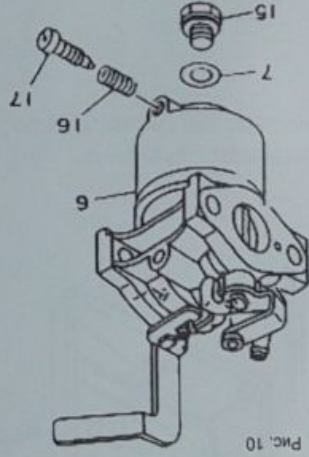

Рис. 10
3. Слить топливо из поплавковой камеры карбюратора, вывинтив пробку (поз.17 рис.10). После слива установить пробку поз.17 на место и затянуть. 4. В модификациях, в которых отсутствует винт слива, бензин сливать, вывинтив болт поз.17 крепления поплавковой камеры поз.15, придерживая камеру поз.6. 5. Вывинтить свечу зажигания, залить в камеру сгорания 2 мл смазочного масла, повернуть стартер, установить свечу на штатное место, присоединить высоковольтный провод. 6. Залить 50—100 мл смазочного масла в топливный бак и равномерно распределить его внутри, наклоняя генератор. 7. Рекомендуется нанести на поверхности корпусных и несущих деталей генератора консервирующую смазку любого типа, специально предназначенную для подобных целей. 8. Хранить законсервированный генератор следует в заводской или аналогичной упаковке с соблюдением требований раздела 11 данного руководства. 9. Перед использованием генератора после длительного хранения провести техническое обслуживание, предусмотренное пунктами 9.2—9.6 данного руководства, и промыть бак чистым бензином АИ-92. 10. По мере истечения соответствующих календарных сроков производить ТО в соответствии с п. 9.8.